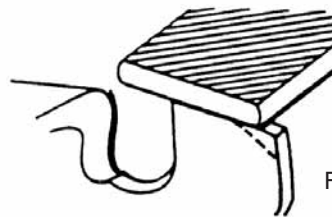

Fig. 4-4
- 4) Nach Entfernen des Tiefenlehrenwerkzeugs die Stirnflächen der Tiefenlehren zur ursprünglichen Form abrunden. Dabei die Empfehlungen für den Tiefenlehrenabstand in der Wartungs- bzw. Betriebsanleitung der Säge befolgen. (Fig. 4-4)